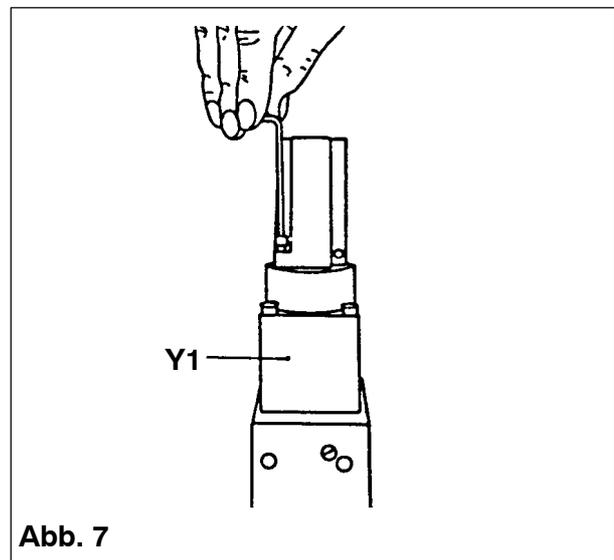

Abb. 7
27. Wegaufnehmergehäuse abschrauben (Abb. 7).